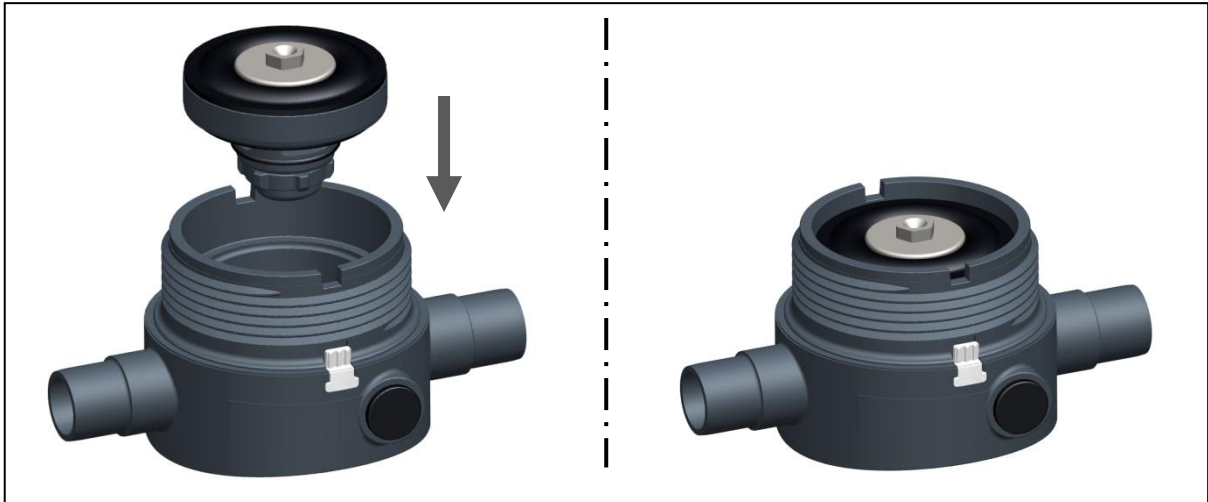

Fig. 12
- ▶ Colocar el cartucho en la pieza de base y empujarlo, ver la fig. 12